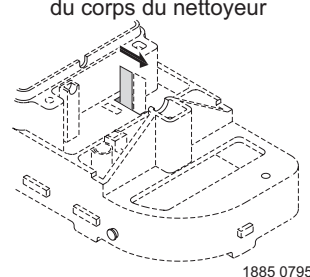

Figure 26
8. Par le côté, sortir le cliquet métallique de son encoche. Le remplacer en déposant les brosses du centre, puis en posant un cliquet neuf. Il doit affleurer le bord du support en plastique (Figures 26 et 27). Remplacer les brosses du centre.